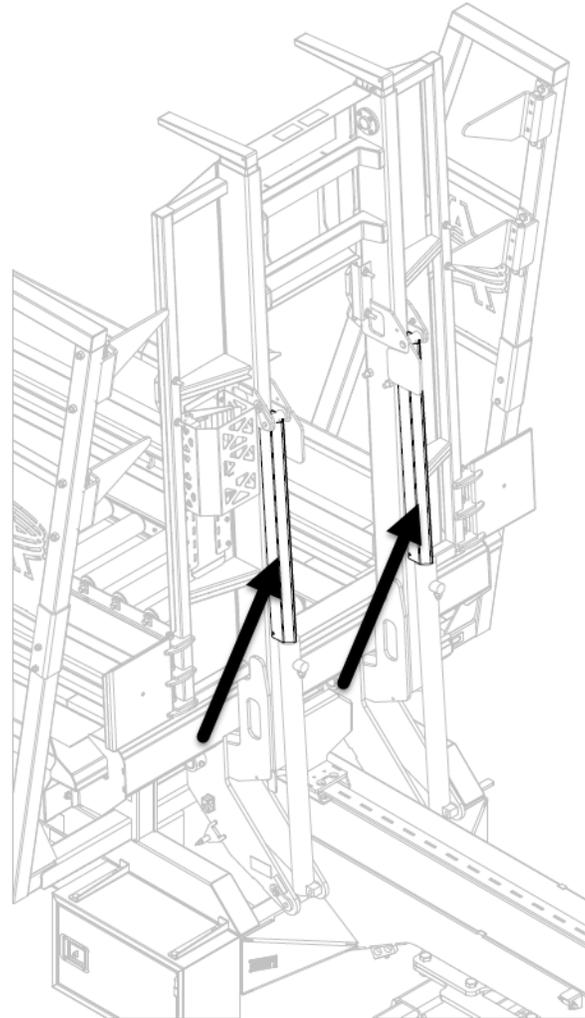

рисунок 40 — Страховочные стойки подъемной платформы
2. Установите стойки на штоки цилиндров (см. рисунок 40).